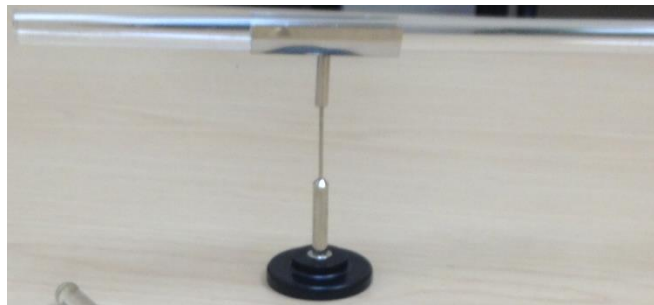

Figura 1
- a) Friccionar vigorosamente una varilla de plástico A con un trozo de seda y luego colocarla en la plataforma giratoria (figura 1).